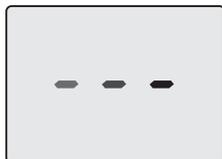
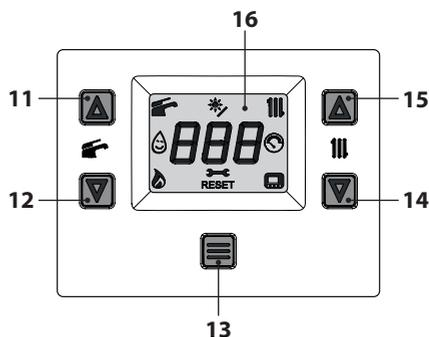

Figura 6.5
Figura 6.6
- Alimentare elettricamente la caldaia azionando l'interruttore bipolare previsto in installazione. Il display LCD visualizza il simbolo  (i trattini vengono accesi in sequenza per simulare uno scorrimento) (Figura 6.5).
- Tenere premuto per 5 secondi il tasto 13 fino a far apparire sul display entrambe i simboli  e  (Figura 6.6).
- Spegner la caldaia tenendo premuto per 5 secondi il tasto 13 (Figura 6.6) fino a far apparire sul display LCD il simbolo  (i trattini vengono accesi in sequenza per simulare uno scorrimento) (Figura 6.5).